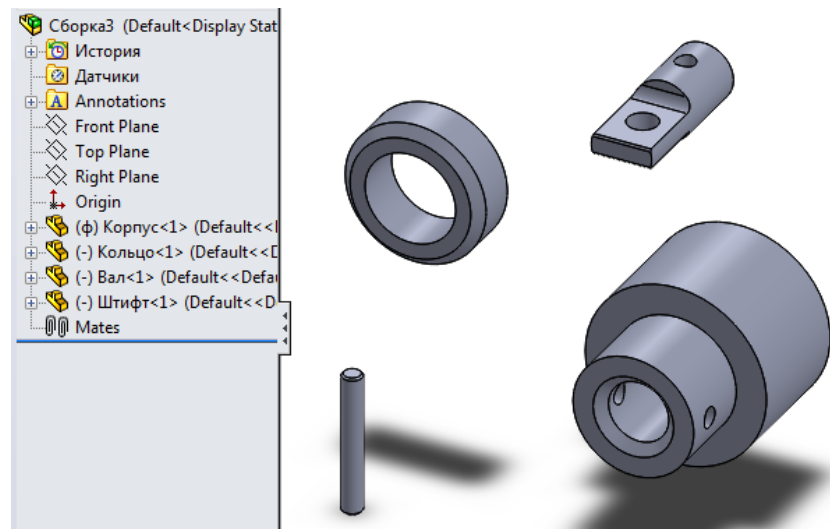

Рисунок 4.14 – Вікно збірки
4. Вікно збірки тепер містить всі 4 деталі (рисунок 4.14) і їх назви відображаються в дереві конструювання.